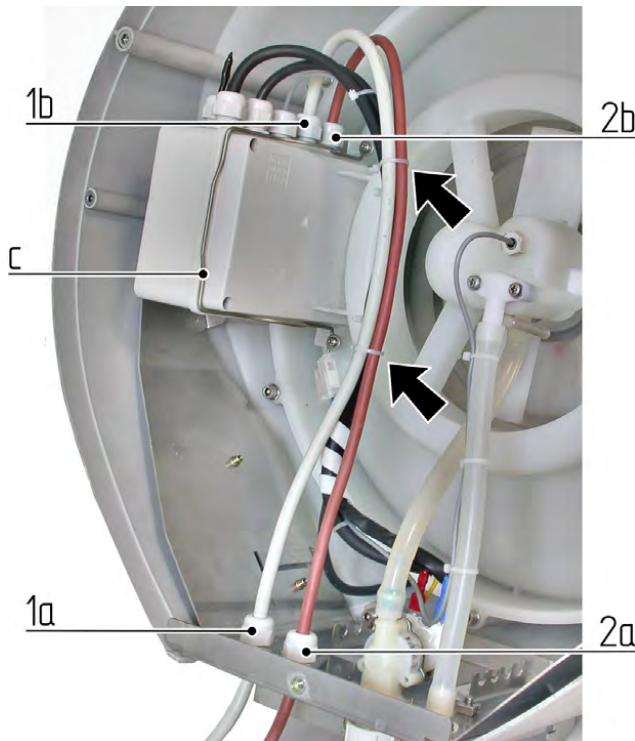

Fig. 15
Con referencia a la Fig. 15:
Al final de la instalación el interior de la máquina tendrá que ser como se muestra en la Fig. 15
- Asegúrese de que todos los hilos estén colocados normalmente dentro de la máquina como se muestra en la Fig. 15.